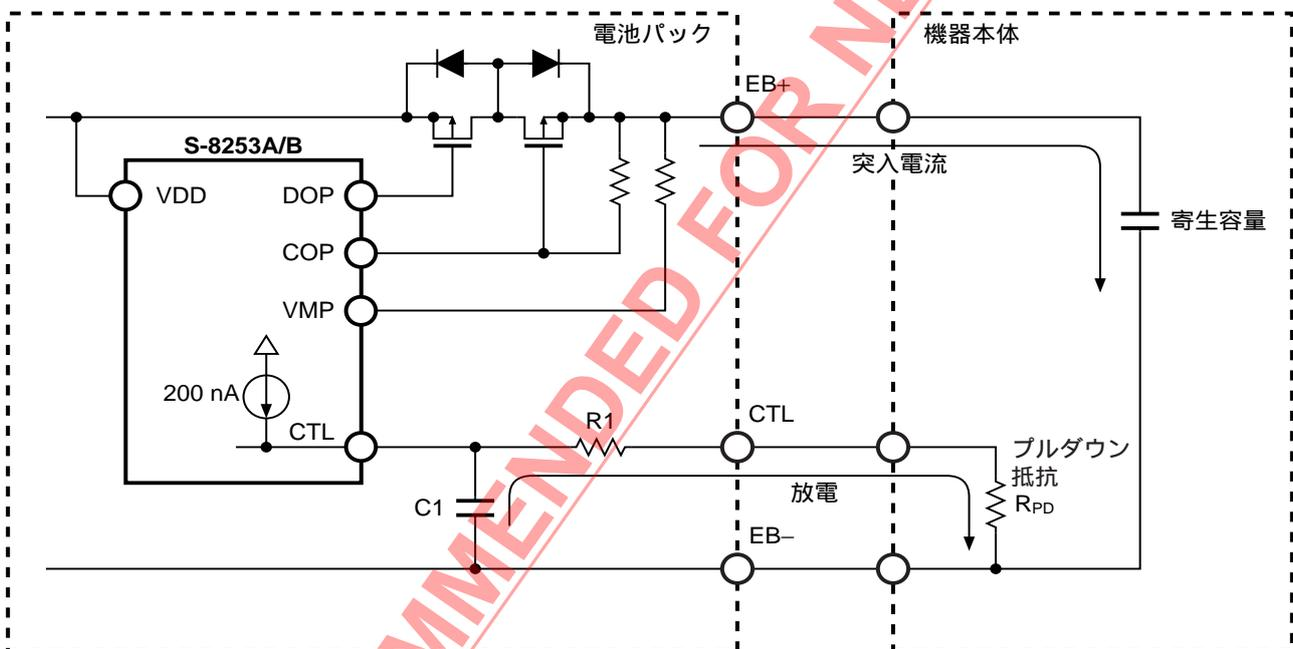

図15
- ・ CTL端子を使用して、図15のような回路を構成した場合、電池パックと機器本体の接続時に放電停止状態となる場合がありますので注意してください。
図15のように、機器本体と接続する前の電池パックは、CTL端子がIC内部でプルアップされた充放電禁止状態です。その状態から電池パックを機器本体に接続すると、CTL端子は機器本体のプルダウン抵抗により $C1 \times (R1 + R_{PD})$ の時定数でプルダウンされます。CTL電位が $V_{CTL} < V_{CTL} < V_{CTLH}$ になると遅延時間短縮状態となり充放電禁止が解除され機器本体の寄生容量に充電を開始します。この時、過電流検出電圧3 (V_{IOV3}) を検出するほどの突入電流が流れると過電流検出遅延時間3 ($t_{IOV3} = 300\mu s$ Typ.) も時間短縮されるため、数10 μs 程度で過電流状態となります。なお、機器本体に充電器を接続する事で通常状態へ遷移します。